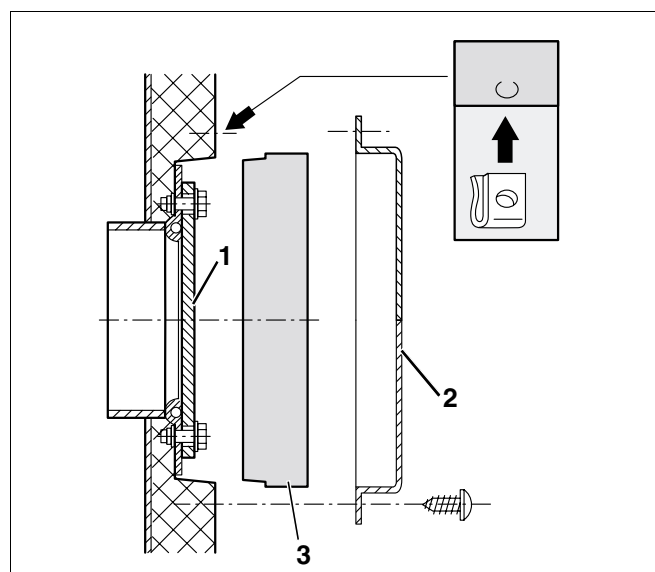

Fig. 7 Isolamento termico – coperchio d'ispezione anteriore
- Inserire il disco termoisolante (fig. 7, **pos. 3**) davanti al coperchio d'ispezione (fig. 7, **pos. 1**).
- Avvitare il pannello di copertura (fig. 7, **pos. 2**) davanti al coperchio d'ispezione con 4 viti autofilettanti.